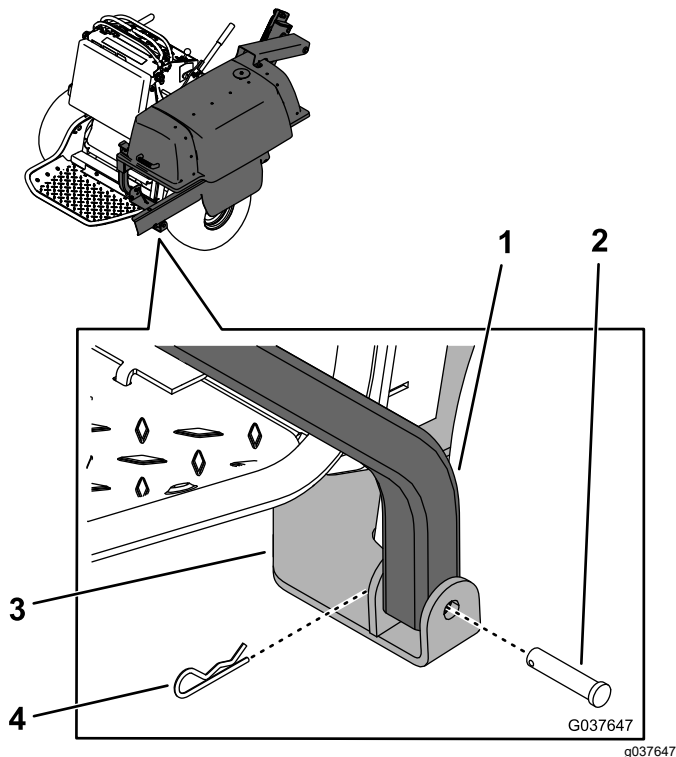

Figura 13
1. Con l'assistenza di un'altra persona, sollevate il telaio del sistema di raccolta e fissate il lato inferiore posteriore del telaio alla staffa del supporto inferiore utilizzando un perno con testa e una coppiglia (Figura 13).